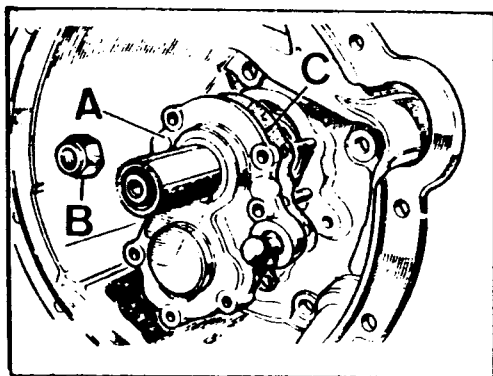

Fig. C1-76 Tapa delantera
- 1.3. Desmontar la tapa delantera, A (Fig. C1-76) en union de su junta C, extrayendo previamente sus elementos de fijación, B.
- 3.2.3. Montar la tapa delantera, A (Fig. C1-76) y fijarla con sus tuercas, B, dándole un par de apriete de 2 á 2,5 mkg.